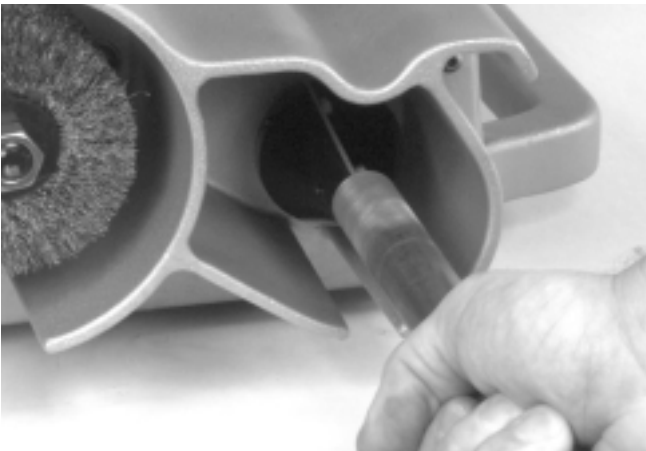

Figura 8 – Escariado del diámetro interior de un tubo
2. Elimine las rebabas del interior del tubo colocando el tubo en el cono de escariado y empujelo suavemente (*Figura 8*). Los tubos muy largos deben sujetarse con soportes de tubos.